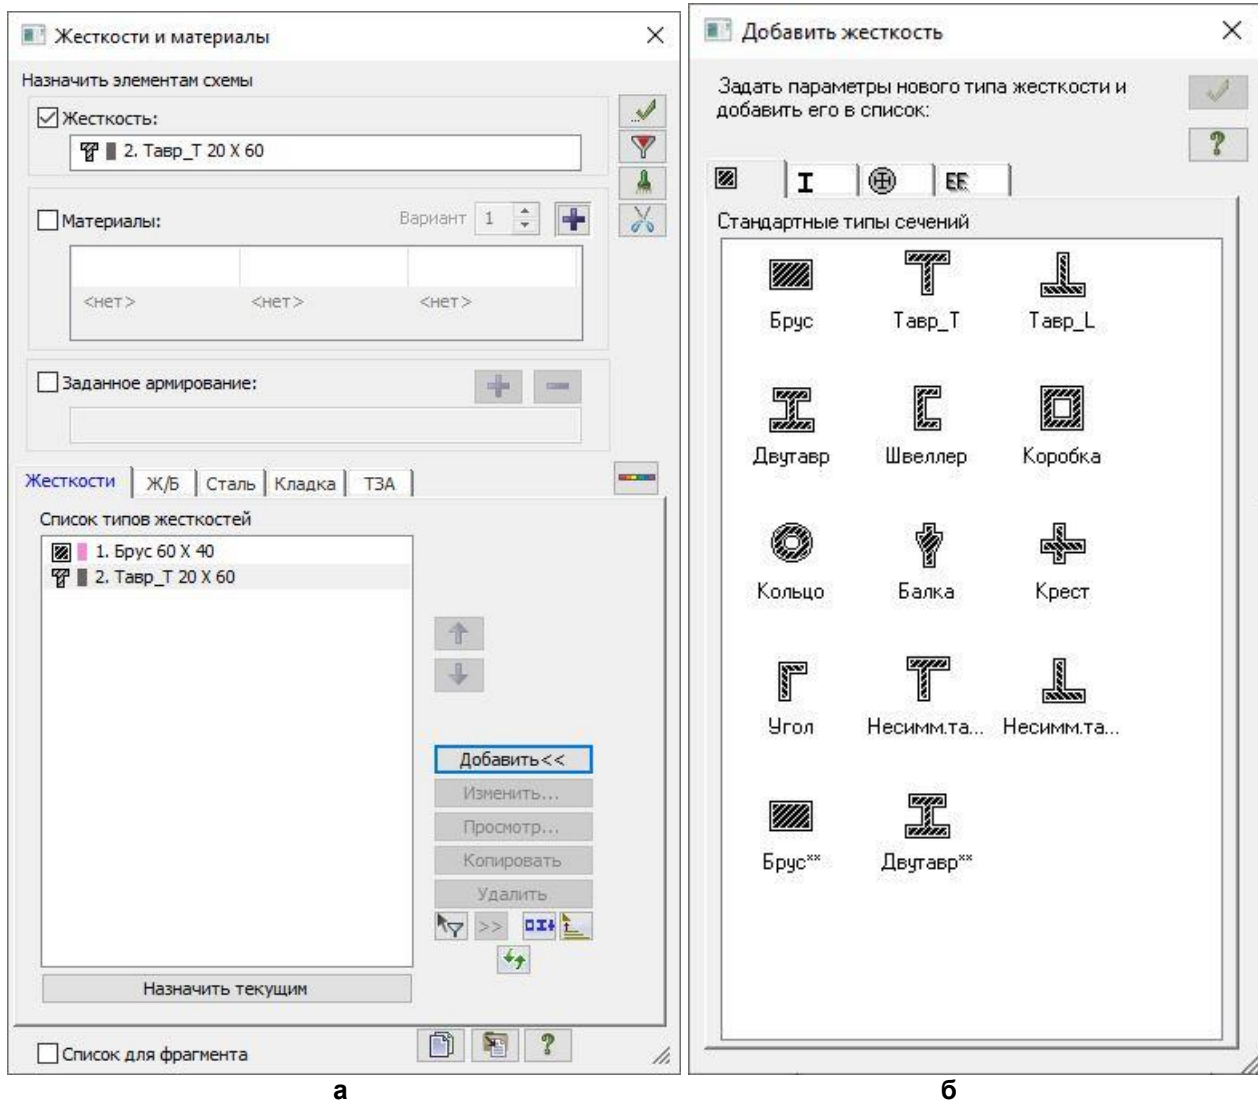

Рис.1.9. Диалоговые окна: а – Жесткости и материалы, б – Добавить жесткость
- Щелчком по кнопке  – **Жесткости и материалы элементов** (панель **Жесткости и связи** на вкладке **Создание и редактирование**) вызовите диалоговое окно **Жесткости и материалы** (рис.1.9, а).
- В этом окне щелчком по кнопке **Добавить** вызовите диалоговое окно **Добавить жесткость**, для того чтобы вывести список стандартных типов сечений (рис.1.9, б).